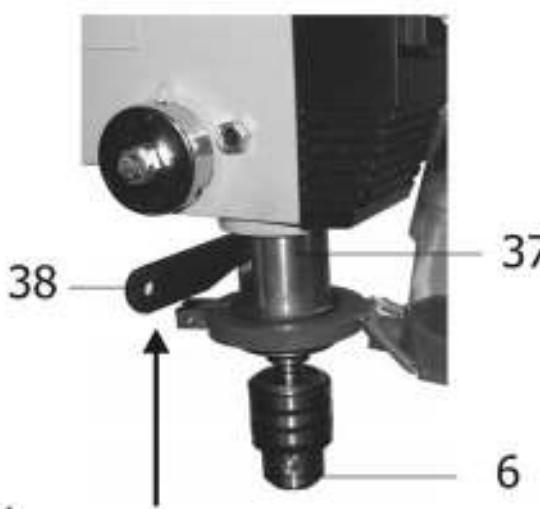

Рис.11
- 10.10. При необходимости можно использовать сверла с конусом MT2 для непосредственной установки в шпиндель, минуя использование сверлильного патрона (6), Рис.11.
- 10.11. Для снятия сверлильного патрона (6) из шпинделя используют клин (38), Рис.11. Для этого необходимо выключить станок согласно п.10.3, затем совместить вращением шпинделя паз в шпинделе с пазом на обойме (37), Рис.11. Вставить в этот паз клин (38), Рис.11, и легкими ударами снизу вверх по клину (38), Рис.11, выталкивать дюрн (I), Рис.1, вместе со сверлильным патроном (6), Рис.11, из шпинделя.